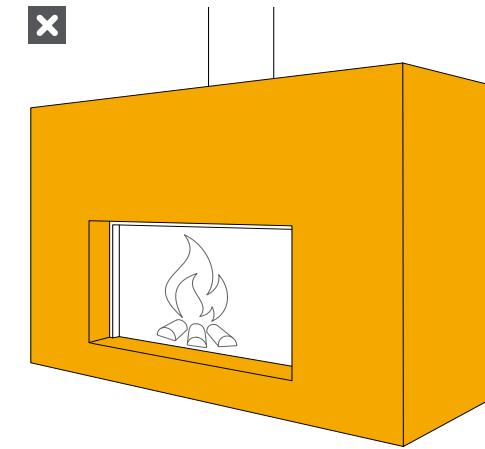
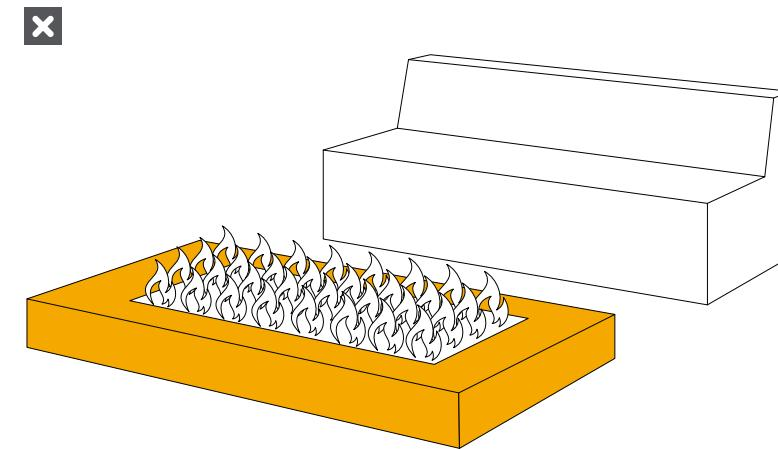

fig. 3
fig. 4
- Si le projet le permet, créer un plan composé de l'union de plusieurs éléments et avec des joints appropriés, afin de donner moins de tension et d'augmenter la résistance (fig. 3).
Il est fortement déconseillé d'utiliser des plaques dans les zones où la chaleur est générée ou en contact immédiat avec la chaleur, comme **les murs intérieurs** ou **le seuil** de la cheminée (fig. 3 - fig. 4).